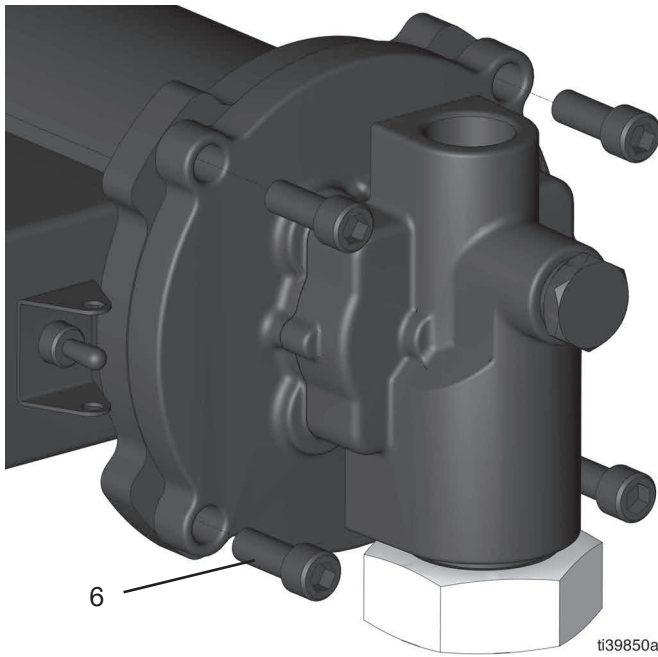

図 7
5. 5/16 インチ (8mm) の六角レンチを使用して、4 つのアレンスクリュー (6) を外します (図 7 を参照)。
7. 5/16 インチ (8 インチ) の六角レンチを使用して、4 つのアレンスクリュー (6) を配置して締めます (トルク 20 ft ポンド、27.1 N•m) (図 7 を参照)。